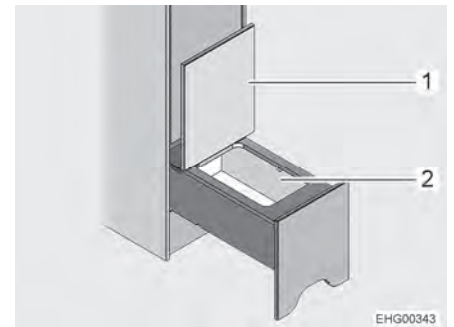

Fig. 84 Compartimento de almacenamiento
- Plegar la tapa (Fig. 84,1) hacia arriba. Se tiene acceso al compartimento de almacenamiento (Fig. 84,2).